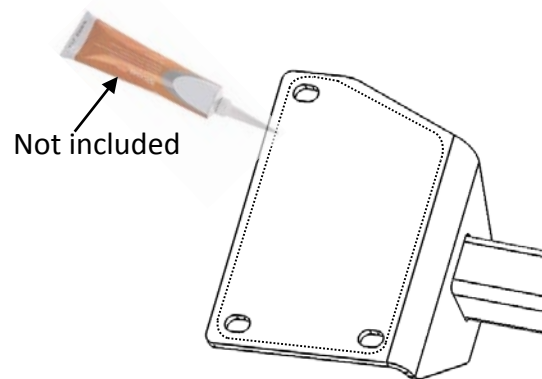

Figure 2
- Appliquer un matériau d'étanchéité - appliquer un matériau d'étanchéité à base de silicone sur les deux surfaces de montage du support de fixation d'attelage; consulter la Figure 2.
7. Appliquer un matériau d'étanchéité - appliquer un matériau d'étanchéité à base de silicone sur les deux surfaces de montage du support de fixation d'attelage; consulter la Figure 2.